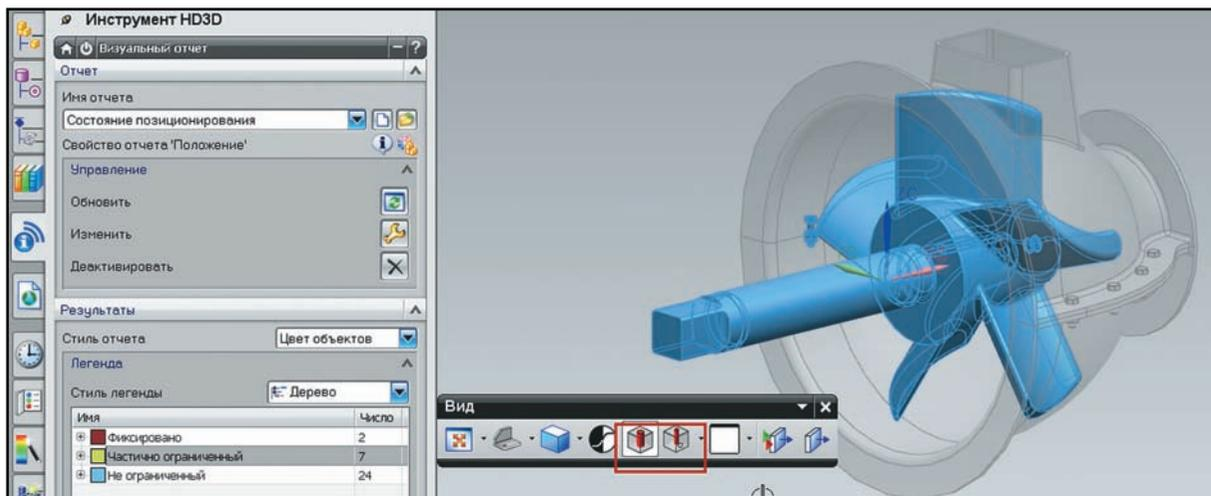

Рисунок 11.3. Режим полупрозрачности
- Включите режим полупрозрачности и, выбирая в панели управления визуального отчета группы и компоненты, посмотрите, как визуализируются компоненты. Полупрозрачность может быть отображена в трех стилях, которые управляются с помощью кнопки меню **Стиль полупрозрачности (See-Thru Style)** (рис. 11.3).